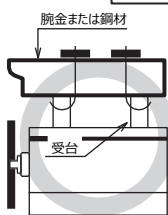

図2
- イ. 開閉器の受台に腕金または鋼材が直接当たるように取付けてください。(図2)